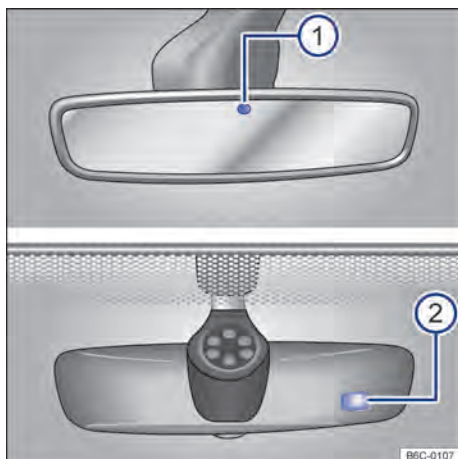

Fig. 79 En el parabrisas: espejo retrovisor interior antideslumbrante automático.
Con el encendido conectado, los sensores miden la incidencia de la luz detrás → fig. 79 ① e por delante ②.